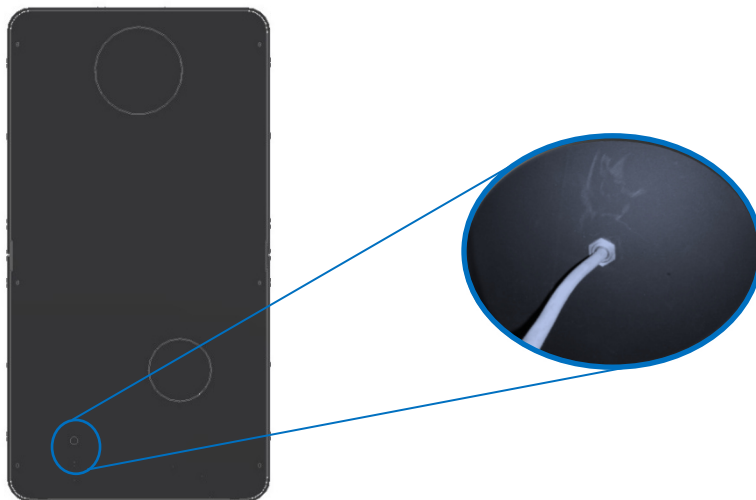

Figura 43 - Passagem do cabo do kit de ventilação
* Deve de seguida passar a cablagem pela furação existente nas costas do equipamento e apertar o passa-cabos, Figura 43;